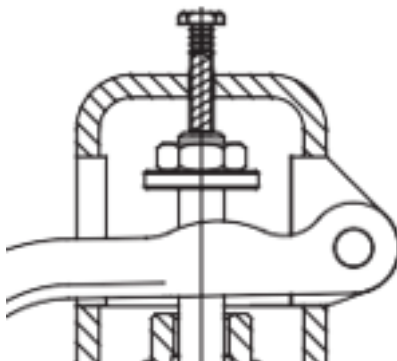

Figura 10
- Quando forem necessários testes hidrostáticos após a instalação das Válvulas de Segurança e Alívio, estas devem ser removidas e substituídas por um tampão ou flange cego. Caso não seja possível remove-las, deve ser utilizada a trava de teste (GAG) (Figura 10). É comum Válvulas de Segurança e Alívio apresentarem problemas causados por aperto excessivo das travas de teste (GAG). Quando necessário utilizá-las, elas devem ser apertadas manualmente, sem auxílio de ferramentas, contra a haste da válvula. Isto será suficiente para não permitir a abertura da válvula, durante a realização do teste hidrostático.